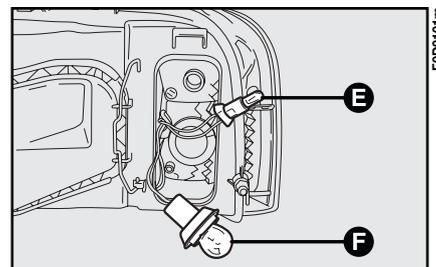

fig. 17
4) extraire la lampe **E-fig. 17**;
- 4) enlever la lampe **F-fig. 17** en la poussant légèrement en la tournant dans le sens inverse des aiguilles d'une montre;